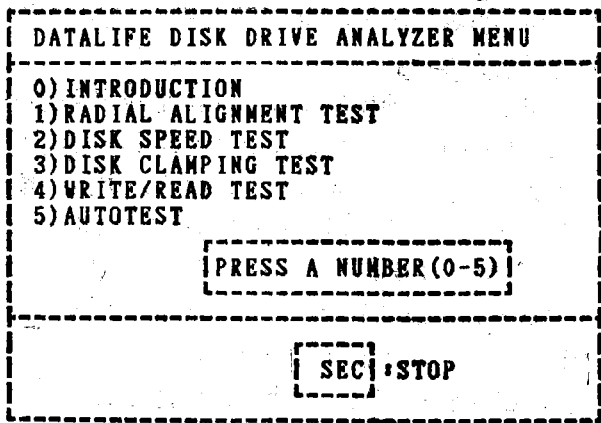

图 15 磁盘驱动器分析软件功能选择主菜单
② 数秒钟后，屏幕上出现磁盘驱动器分析软件的运行标识及版本号说明。此时按两下空格键即进入磁盘驱动器分析软件的功能选择主菜单，如图 15 所示。